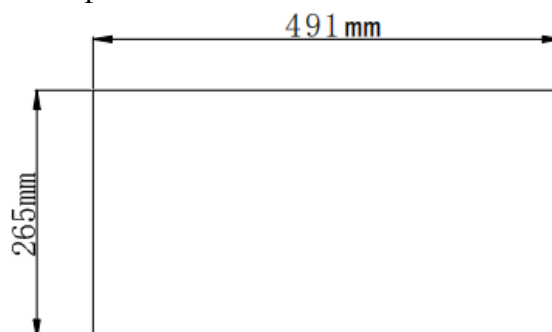
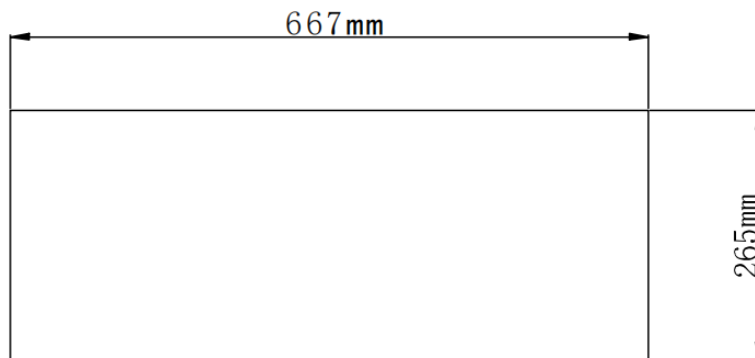

Рис. 2.1
Рис. 2.2
2. Просверлите в шкафу отверстие с параметрами 491 x 265 мм для модели 52 см (рис.2.1), 667 x 265 мм – для модели 70 см (рис.2.2). Убедитесь, что расстояние между краем отверстия и краем шкафа составляет не менее 35 мм. См. рис.2.2.